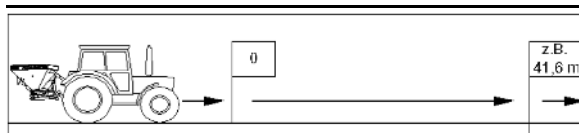

Bild 71
7. Leta upp det värde (**A**) på den övre skalan (Bild 71/1) som motsvarar den uppsamlade gödselmängden (**8,5 kg**) och det värde (**B**) på mellanskalan (Bild 71/2) som motsvarar den önskade spridningsmängden (**260 kg/ha**).
9. Linjens förlängning skär nu den nedre skalan (Bild 71/3) vid det värde (**C**) som krävs för spjällens läge, i detta fall **12,8**.